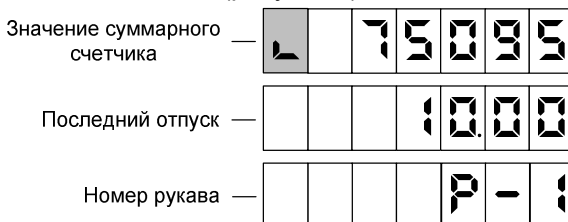

Рисунок 2
7.5 Предусмотрен режим работы, когда на табло вместо суммы к оплате отображается значение суммарного счетчика рукава с мигающим символом "L" в старшем разряде, а вместо цены за литр – номера рукава с символами "P-" (рисунок 2).